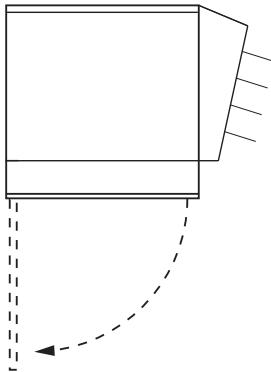

Figure 4
- Tous les raccordements de câblage sont réalisés dans le boîtier de raccordement en bas du radiateur. Pour ouvrir ce boîtier de raccordement, desserrez les vis maintenant le couvercle à charnière à l'avant (si ce couvercle a des fentes) ou enlevez les vis (si le couvercle n'a pas de fentes) et ouvrez le couvercle (Figure 4).